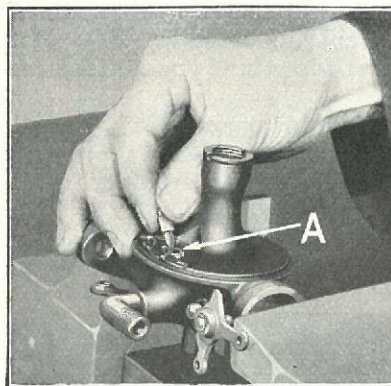

Fig. 430
- 878** Udtag Benzinventilnaalen fra dens Sæde (Fig. 430-A).